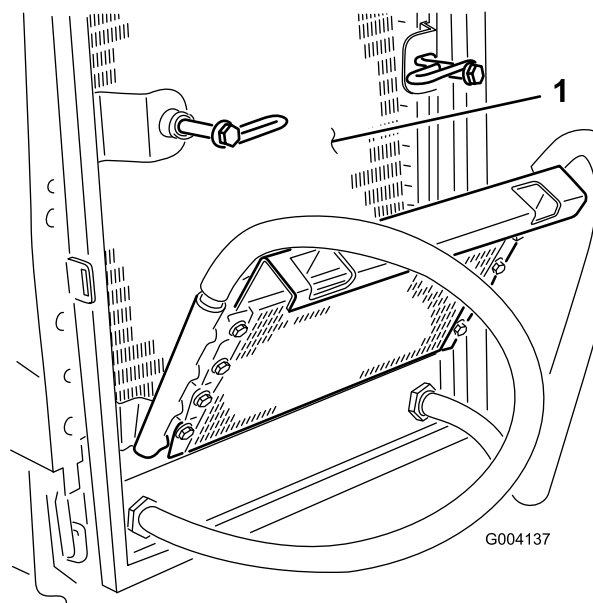

Рисунок 52
6. Тщательно очистите обе стороны маслоохладителя и радиатора (Рисунок 52) сжатым воздухом.